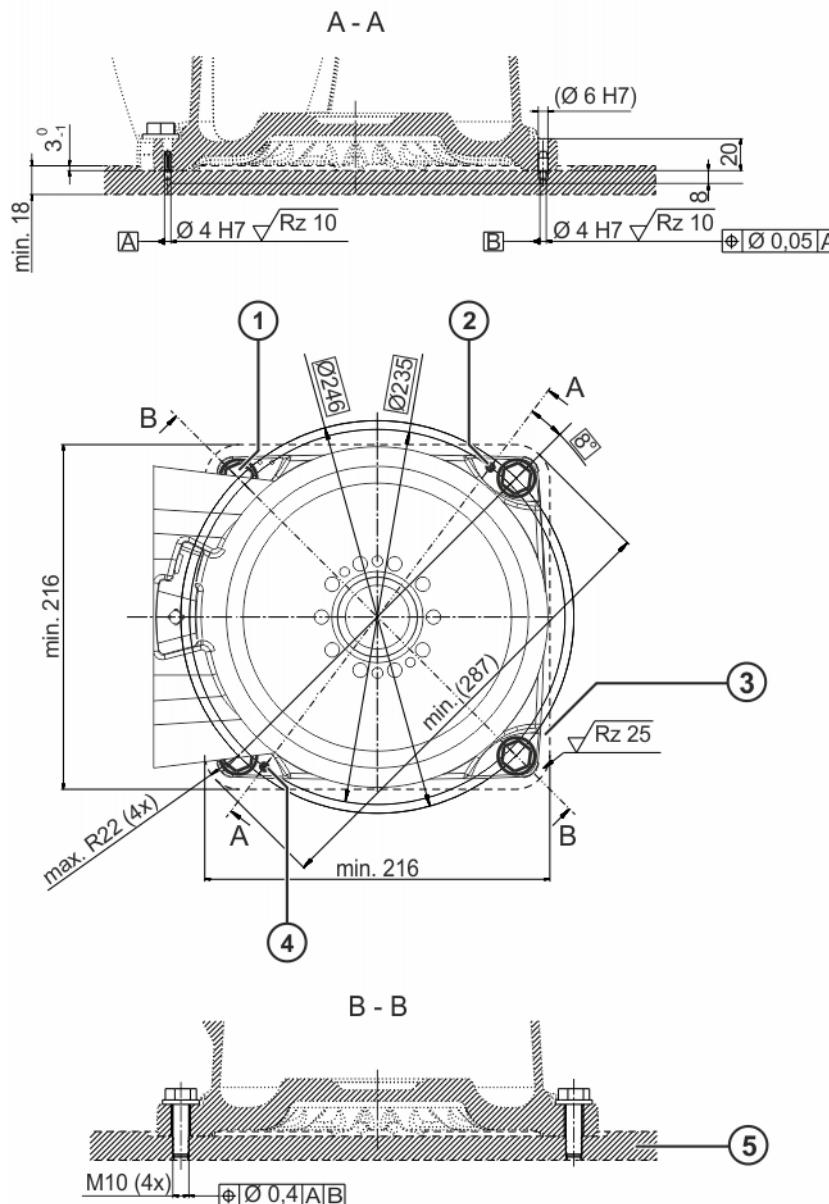

Abb. 7-3: Maschinengestellbefestigung, Maßzeichnung
- Montagefläche ist gemäß Abbildung (>>> Abb. 7-3) vorbereitet.